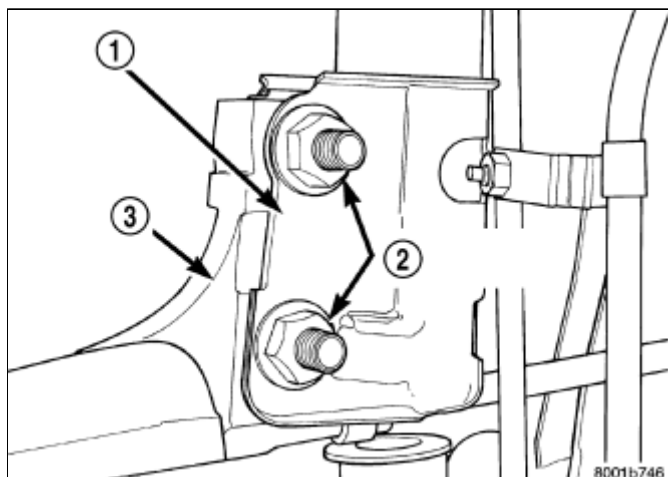

图 5 滑柱与转向节的连接螺栓
10. 从转向节（3）拆卸将转向节连接到滑柱的螺栓（2）\(图 5\)。